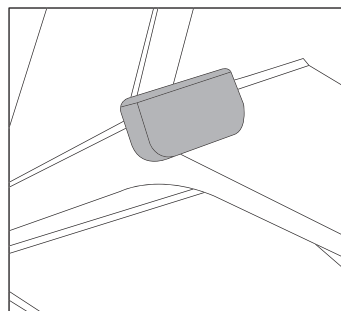

Figure 6
15. Enfin, fixez les protèges-angle anti-choc aux coins de la hotte (Figure 6) et nettoyez l'empreinte digitale sur la surface de la hotte. L'installation est terminée.